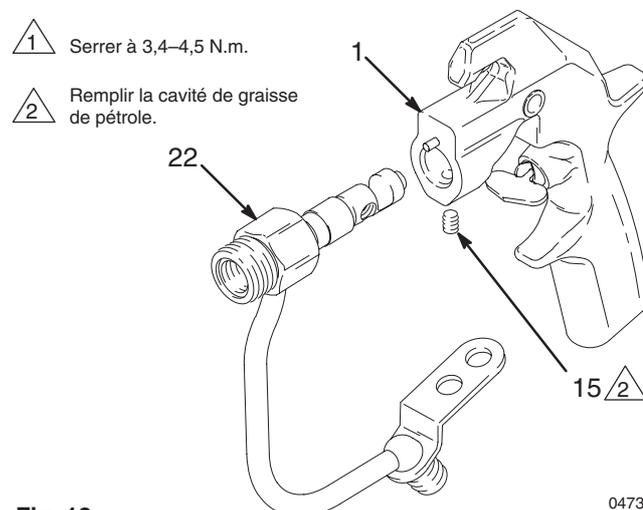

Fig. 18 04736
6. Insérer le corps du tuyau de produit (22) dans le corps du pistolet (1) jusqu'à l'immobilisation. Serrer la vis de réglage (15) à 3,4–4,5 N.m. Remplir la cavité de la vis de réglage de graisse de pétrole. Voir Fig. 18.